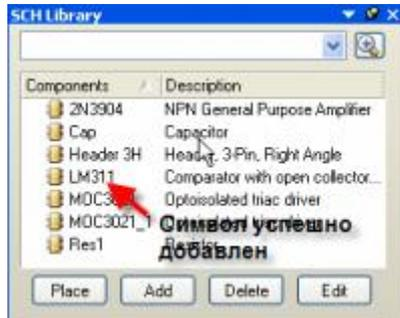

Рис. 100
4. Готово, можно пользоваться (рис.100).